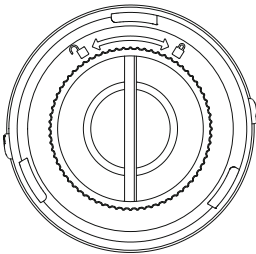

Abb. 7
1) Beachten Sie die Symbole „Verriegeln“ und „Entriegeln“ auf der Oberseite des HEPA-Filters (22). Verschieben Sie sie als Pfeilpunkte, um den HEPA-Filter (22) aus dem Einsatz (23) zu nehmen (siehe Abb. 7).
2) Spülen Sie die Teile mit Wasser ab und lassen Sie sie dann an der Luft vollständig trocknen, bevor Sie sie wieder in den Staubbehälter (6) einsetzen.